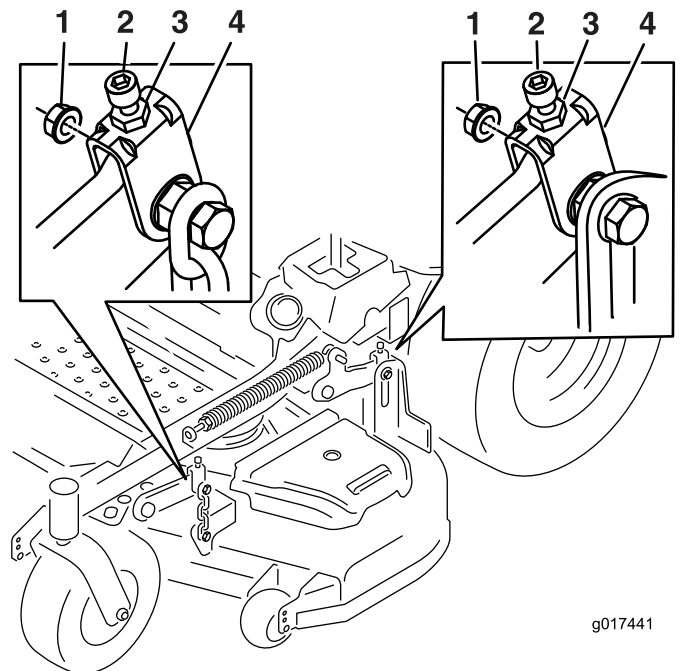

Figure 74
10. Le cas échéant, desserrez l'écrou Whizlock sur le côté de la chape et l'écrou de blocage sur le dessus (Figure 74).
17. Ajustez précisément la vis de réglage en la tournant jusqu'à obtention d'une hauteur de 8,3 mm (3-1/4 po) (Figure 74).